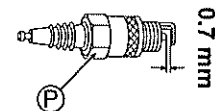

Abb. 32
- 3 Tauschen Sie die Zündkerze (P), falls Sie stark verrostet oder die Isolierung gerissen bzw. beschädigt ist.
- 4 Reinigen Sie die Elektrode von Ruß und stellen Sie den Elektrodenabstand auf 0,7 mm ein. (Siehe Abb. 32)